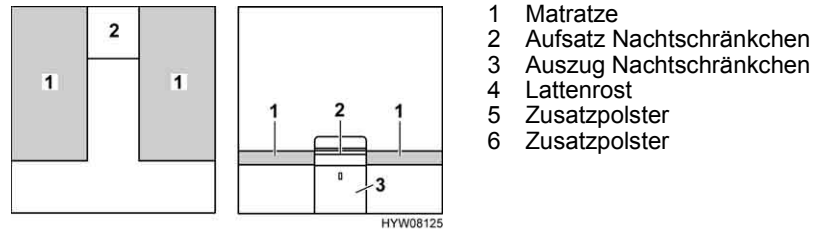

Bild 74 Vor dem Umbau
- Aufsatz des Nachtschränkchens (Bild 74,2) entfernen und beiseite stellen.